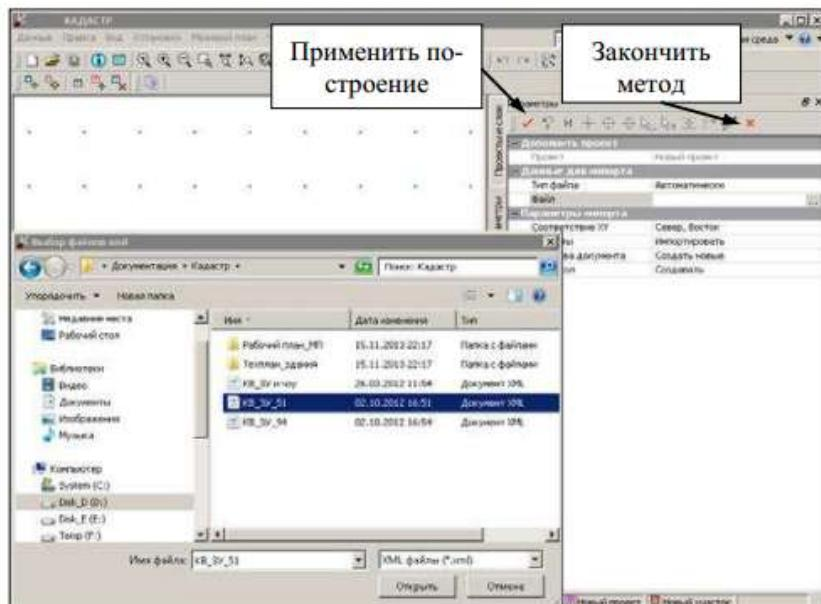

Рисунок 28– Окно параметров
- В окне параметров (рис. 28) в строке **Тип файла** по умолчанию установлено **Автоматически** (программа автоматически распознает тип файла и его версию).
- После ввода всех настроек нажмите кнопку **Применить построение** на локальной панели инструментов (рис. 28).
- Закройте окно параметров, нажав на кнопку **Закончить метод** (рис. 28)